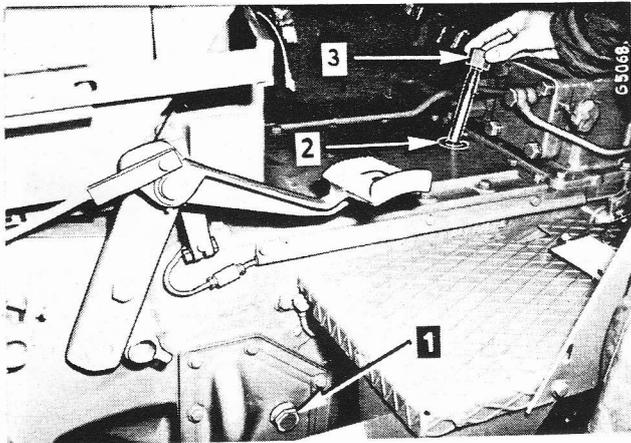
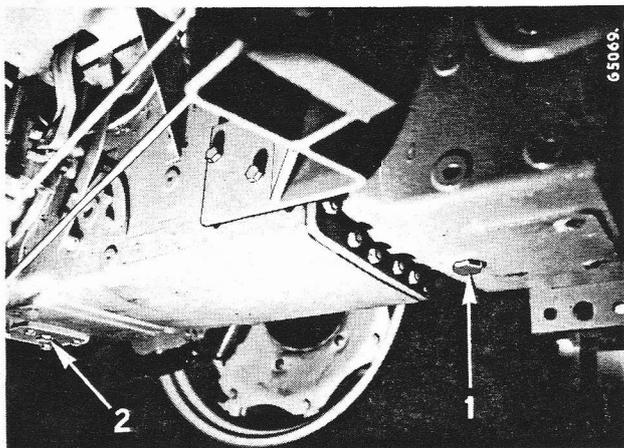

Figure 83
Figure 84 - Carter de transmission vu d'en dessous
Vérifiez le niveau d'huile lorsque le tracteur est sur un terrain plat. Retirez le bouchon de niveau (1, fig. 83).
Si c'est nécessaire, ajoutez de l'huile par l'orifice de remplissage (2) jusqu'à ce que le niveau parvienne à la hauteur du bouchon (1). Remettez le bouchon (1) après avoir mis en place un joint neuf, et serrez-le au couple requis. Sur les tracteurs équipés d'une cabine, otez le couvercle (27, fig. 4) pour accéder à l'orifice de remplissage (2, fig. 83).
Retirez le bouchon de remplissage (3, fig. 83) et les bouchons de vidange (1 - 2, fig. 84) pendant que l'huile est encore chaude, et videz l'huile dans un récipient adéquat.
Remplissez le carter de transmission d'huile de qualité recommandée, par l'orifice de remplissage (2, fig. 83) jusqu'à ce que l'huile commence à s'écouler par le bouchon de niveau (1).